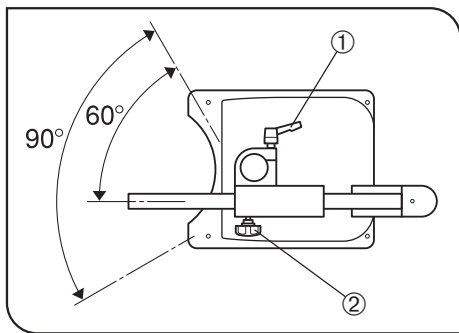

Fig. 17
2. Para girar el brazo horizontal alrededor de la columna, afloje la palanca de fijación vertical ①. Esta rotación está limitada a 90° por el tope de rotación del anillo antivuelco. El ángulo de rotación se puede establecer en un rango frontal de 90°, lo que aporta estabilidad al sistema, orientando el mando de fijación ② del anillo antivuelco de forma que quede apuntando a la parte delantera del soporte. (Fig. 17)